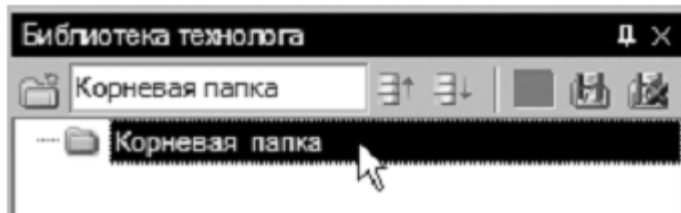

Рисунок 16
15. Нажмите кнопку Взять на изменение. Панель инструментов библиотеки изменилась и корневая папка стала доступна для редактирования (рис. 16). Для переименования папок служит окно на панели инструментов библиотеки. Введите вместо названия «Корневая папка» новое – «Операции контроля» и нажмите <Enter>. Название папки изменилось.